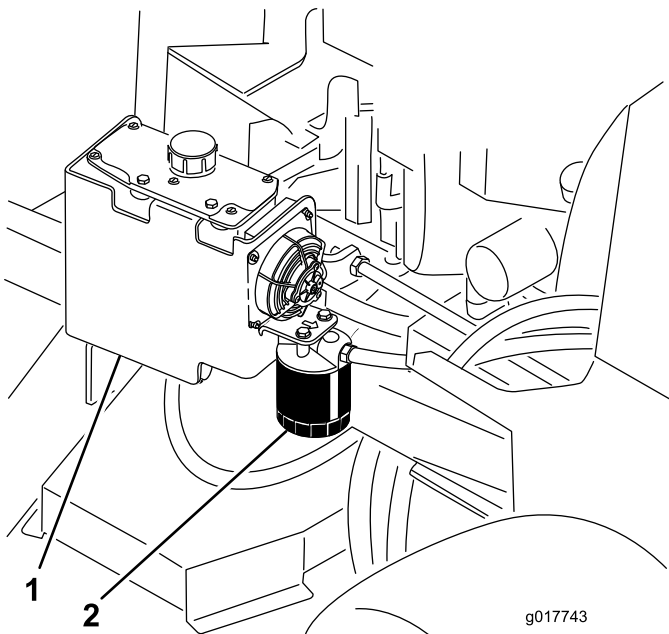

Figura 83
3. Localice el filtro y coloque un recipiente debajo del filtro (Figura 83).